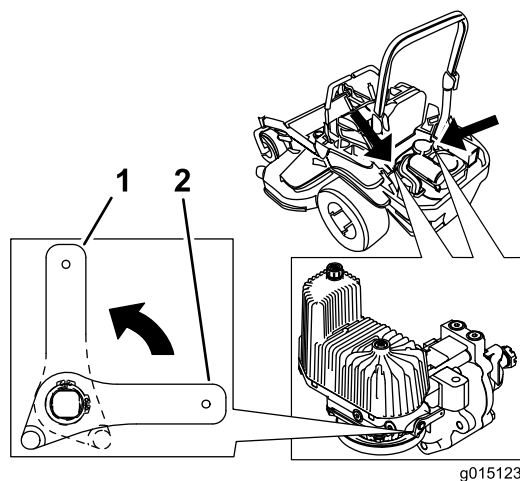

Figura 35
2. Gire las palancas de las válvulas de desvío a la posición vertical para empujar la máquina. Esto permite que el aceite hidráulico se desvíe alrededor de la bomba, dejando que las ruedas giren (Figura 35).
4. Gire las palancas de las válvulas de desvío a la posición horizontal para conducir la máquina (Figura 35).